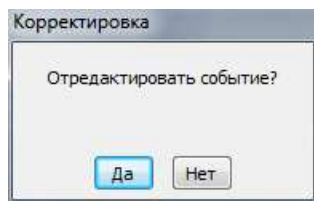

Рис.97. Окно подтверждения корректировки
4. Подтвердить редактирование события в появившемся окне «Корректировка» (см. рис.97). После этого событие будет изменено